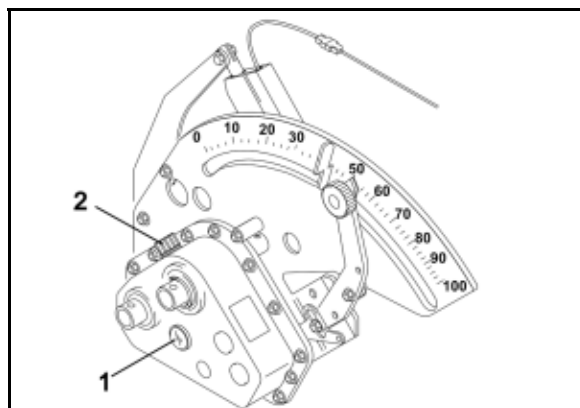

Fig. 42
2. Het oliepeil moet in het kijkglas (Fig. 42/1) zichtbaar zijn.
6. De vario-aandrijfkast door olievlopening (Fig. 42/2) tot het kijkglas (Fig. 42/1) met tandwielolie vullen.
7. Na het vullen de vlopening met een de dop (Fig. 42/2) afsluiten.